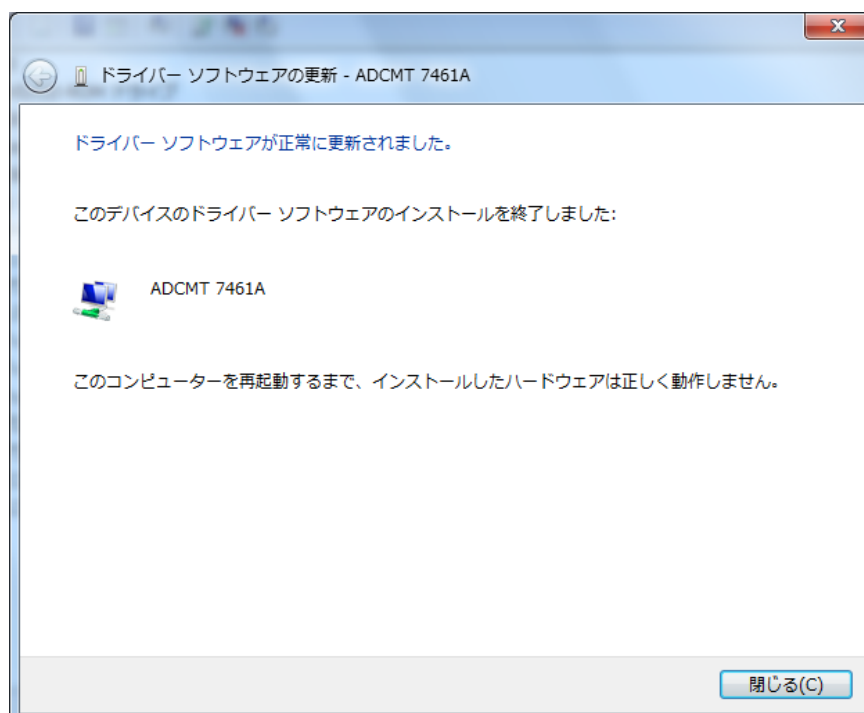

図 1-7
- ⑥ 「閉じる」を押して、ドライバの変更作業が完了です（図 1-7）
- ⑦ 再起動を要求された場合はコンピューターを再起動させてください